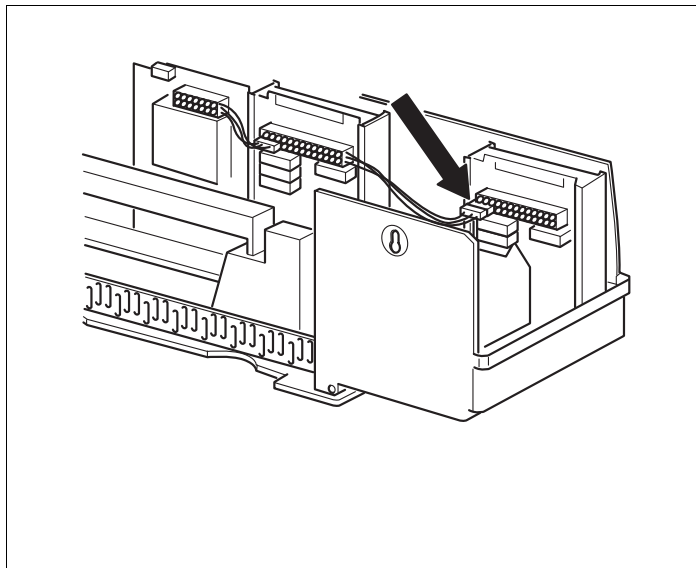

Рис. 22 Подключение напряжения 230 В
- ▶ Вставьте соединительный штекер (230 В) модуля в предусмотренное для него место на штекерной планке (при подключении модуля в гнезде 1, → рис. 22).